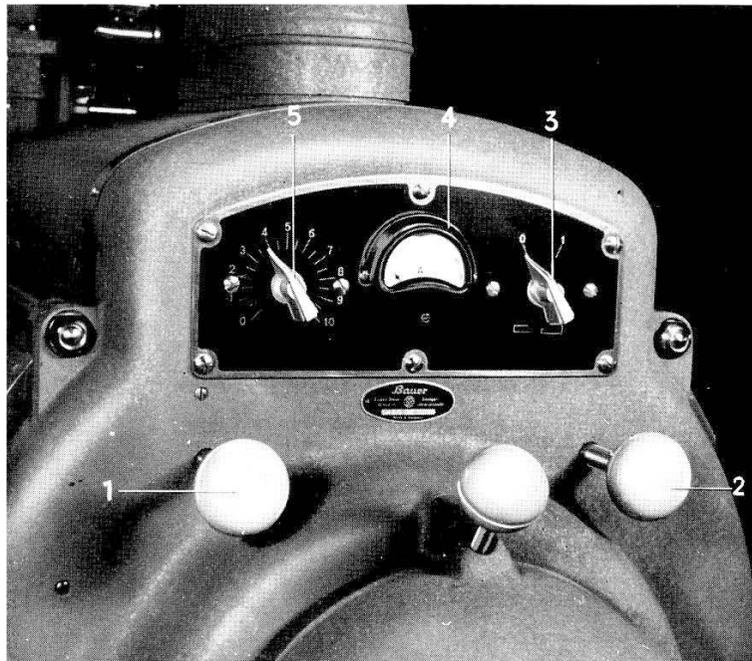
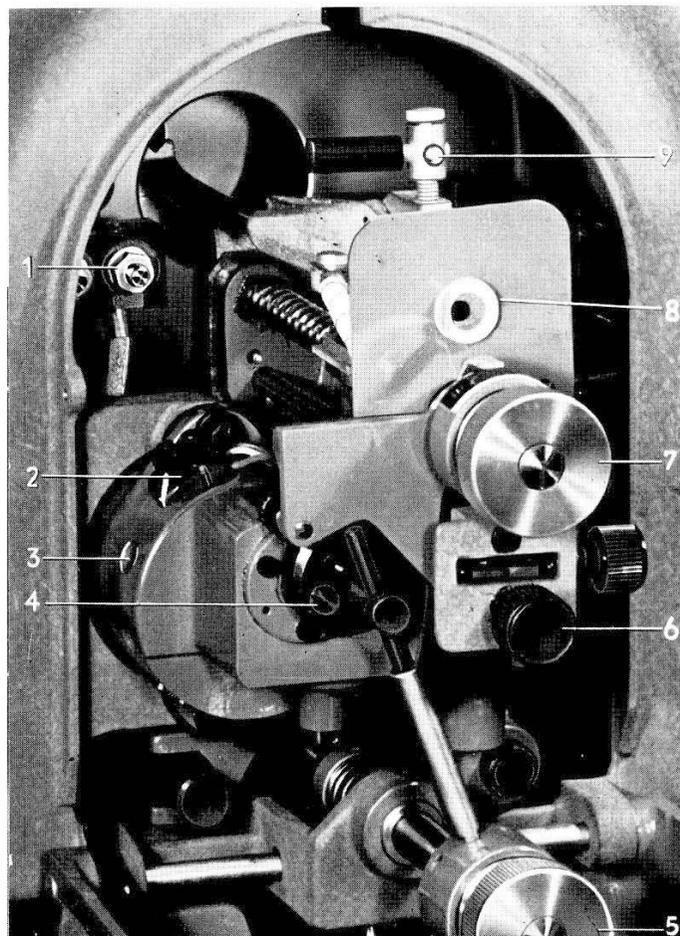

Abb. 18
Abb. 20
Feststellhebel umsetzen kann, wenn er beim Festspannen der Kohle in einer ungeschickten Lage steht. Die Minuskohle wird dann mittels des Handverstellgriffes (Abb. 20, Pos. 7) so eingerichtet, daß sie von der Pluskohle einen Abstand von etwa 5—6 mm hat.
Die nächste wichtigste Maßnahme ist nun die Festlegung des richtigen Pluskohlenabstandes zum Spiegel. Dazu bewegt man die Pluskohlen an dem Handverstellgriff (Abb. 20, Pos. 5) einmal nach vorne und dann wieder zurück und sucht dabei diejenige Lage, die auf der Leinwand ein rein weißes Licht ergibt. Es ist zweckmäßig, dabei auch mit der anderen Hand die Minuskohle mitzubewegen, so daß der Abstand der beiden Kohlenspitzen bei dieser Verstellung etwa gleich bleibt.
Mit den beiden Einstellknöpfen für den Bogenlampenspiegel (Abb. 18, Pos. 1 und 2) stellt man den Spiegel so ein, daß die Stelle größter Helligkeit genau in der Bildwandmitte liegt.
Als Nächstes muß nun das Kohlennachschubwerk so eingestellt werden, daß die auf der Kratersichttafel abgebildeten Kohlenspitzen scheinbar stehen bleiben. Die Schnelligkeit des Nachschubs für die Pluskohle wird an dem Drehknopf (Abb. 18, Pos. 5) verändert. Läuft die Pluskohle zu schnell, so wird dieser Drehknopf etwas nach links gedreht. Läuft sie zu langsam, so verdreht man ihn etwas nach rechts. Bei dieser Einstellung kontrolliert man laufend das Abbild der Pluskohle auf der Kratersichttafel und stellt dabei die Minuskohle von Hand immer so weit nach, daß der Abstand der beiden Kohlenspitzen gleich bleibt.
Die Einstellung für die Minuskohle übernimmt der kleine Drehknopf (Bild 20 Pos. 6). Läuft die Minuskohle zu schnell, so dreht man diesen
Sollten während des Betriebs gewisse Spannungsschwankungen auftreten oder weisen die Kohlenstifte kleine Unregelmäßigkeiten auf, so wird man zweckmäßigerweise die dadurch bedingte Verschiebung des Kraters, besonders an den beiden Handverstellgriffen (Abb. 20, Pos. 5 und 7) ausgleichen. Erst wenn man während eines längeren Betriebs feststellt, daß sich das Kraterbild immer nach der gleichen Richtung verschiebt, ist eine Nachstellung des Kohlennachschubwerks zu empfehlen.
ist bei Reinkohlen nicht so zeitraubend, weil einmal die Reinkohlen langsamer abbrennen, zum andern das Nachschubverhältnis von vornherein schon bekannt ist. Plus- und Minuskohle brennen beim Reinkohlenbetrieb ja gleich rasch ab, und so kann man von vornherein die kleine Einstellschraube (Abb. 20, Pos. 6) so einrichten, daß der Teilstrich „1“ auf die feststehende Strichmarke weist. Man muß dann lediglich am Regulierknopf (Abb. 18, Pos. 5) für die Geschwindigkeit des Kohlennachschubmotors eine Stellung wählen, die dem langsamen Abbrand der Reinkohlen entspricht.
4. Regelknopf für Nachschubverhältnis auf „1“ stellen (Abb. 20, Pos. 6);